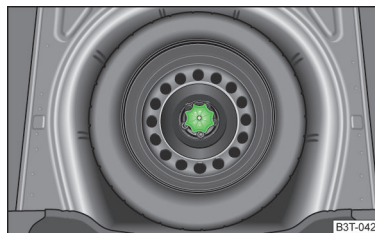

Fig. 173
La rueda se encuentra en una cavidad debajo de la moqueta del maletero y está fijada con una tuerca especial » fig. 173.
- Desenrosque la tuerca » fig. 173 en el sentido contrario a las agujas del reloj.
- Enrosque la tuerca » **fig. 173** en el sentido de las agujas del reloj hasta que la rueda está fijada seguramente.